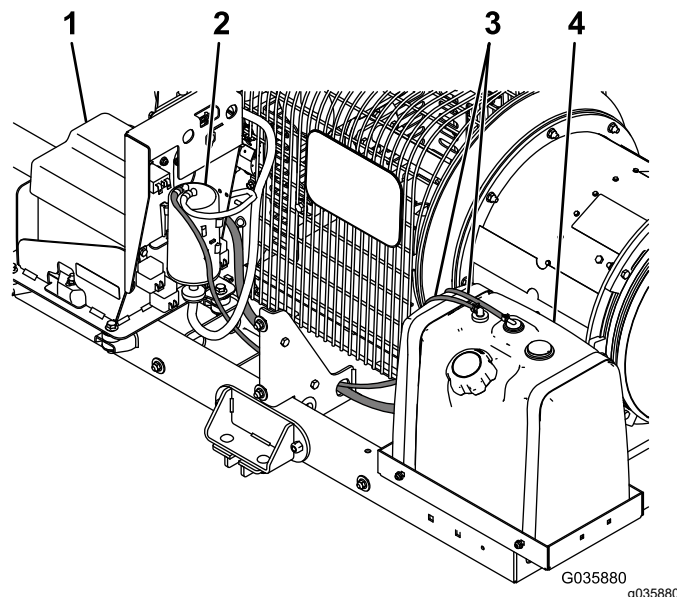

图 1
5. 从机器上断开油箱软管并丢弃图 1。
6. 卸下将油箱固定到机器上的紧固件和箍带并随油箱一起丢弃图 1。
7. 断开碳罐上的剩余软管图 1。
8. 卸下电池盖和电池图 1 请参阅您的《操作员手册》。
9. 卸下碳罐并丢弃图 1。